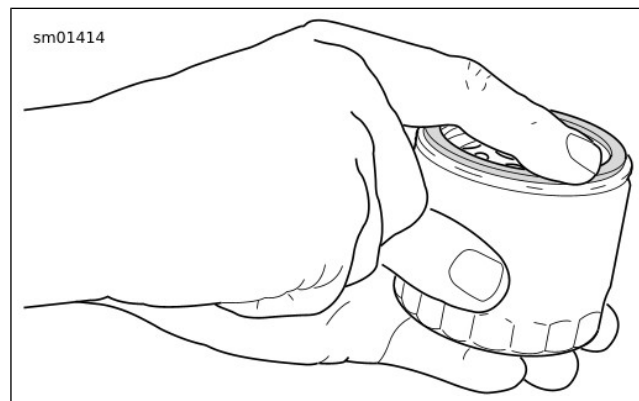

Abbildung 88. Schmieren der neuen Ölfilterdichtung
7. Siehe Abbildung 88. Den **neuen** Ölfilter einbauen.